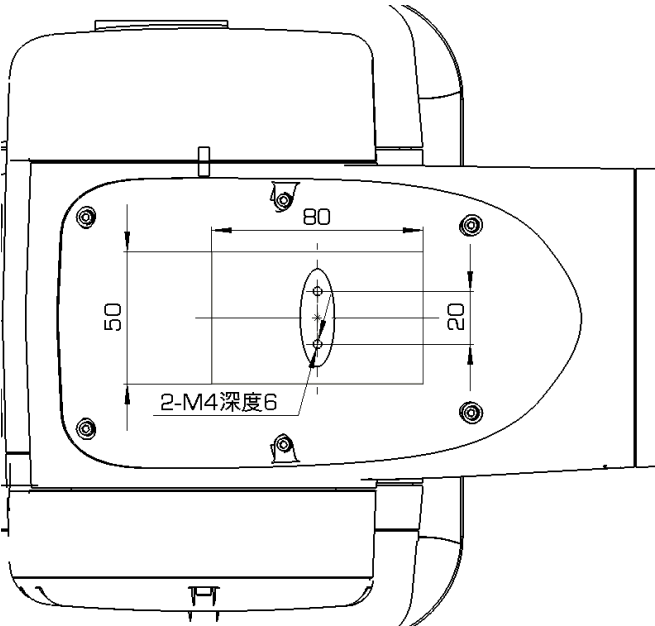

图 6-10 AIR7-920B 型操作机肘部负载接口尺寸示意图
AIR7-920B 型操作机 J3 轴肘部的设备安装孔规格及尺寸如图 6-10 所示。
- 肘部负载质心位置需位于图 6-10 所示 50mm × 80mm 区域内部。